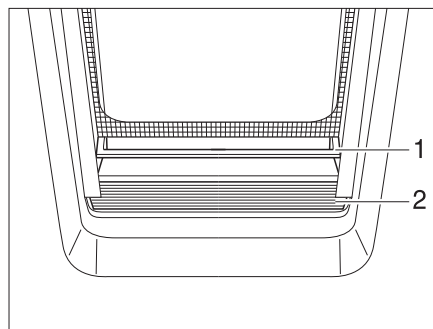

Fig. 39 Estor plegable
- Sujetar el estor plegable (Fig. 39,2) por el centro del agarradero (Fig. 39,1), tirar de abajo a arriba y soltarla a la altura deseada. El estor plegable se queda fijo a esta altura.